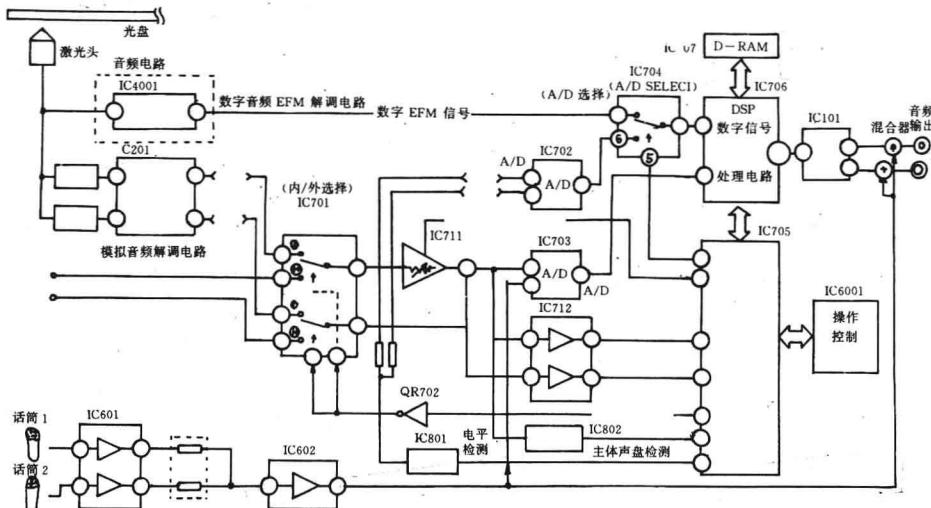

图 73 松下 LX-K770 型机卡拉OK 电路
卡拉OK电路如图73所示(以松下LX-K770为例)。该电路的音频信号处理电路的音源有四种:①录制在碟片上数字伴音信号;②录制在碟片的模拟伴音信号;③从音频输入接送来音频信号;④从话筒输入的话筒信号。这些信号可以进行开关控制和各种处理,从而实现了各个功能和不同的效果。从该电路来看IC4001为数字音频解调电路,LD数字伴音和CD碟